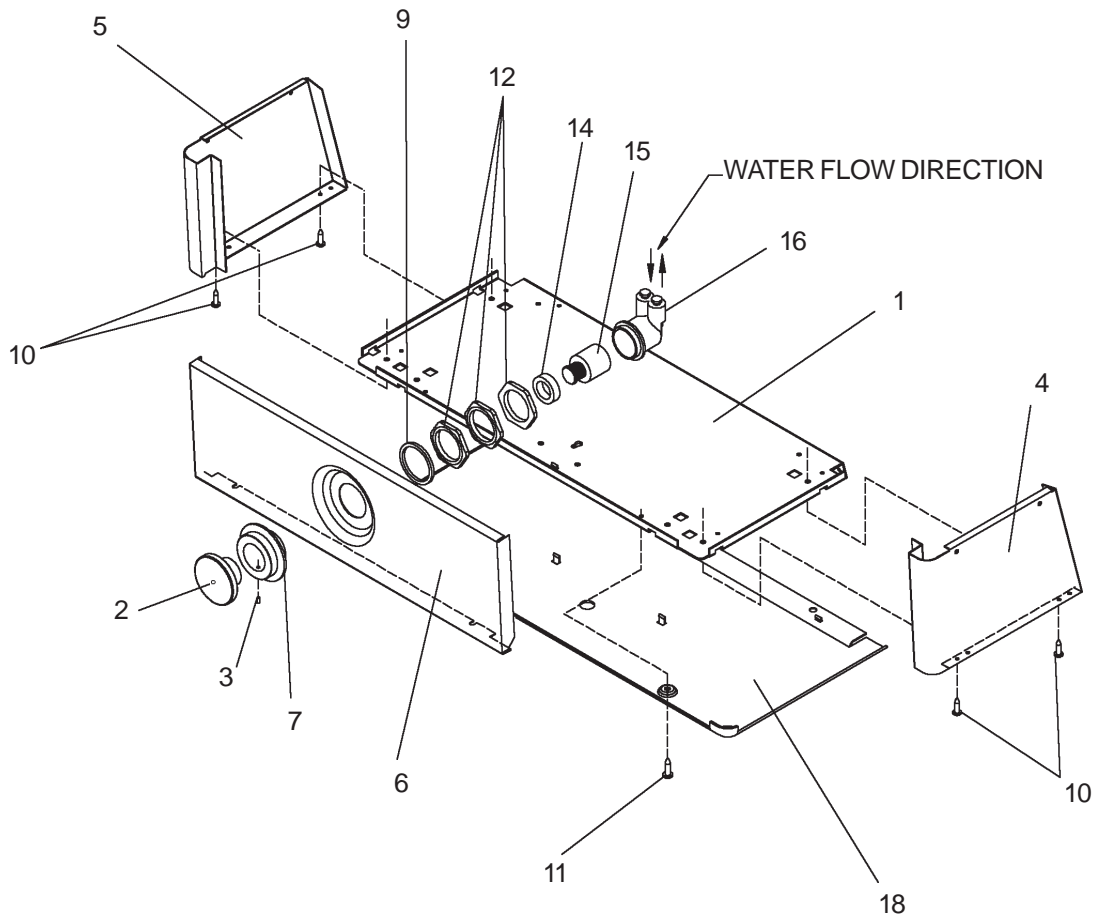

FIG. 3 (See Page 6 For Parts List)
- 8) Stream height is factory set at 35 PSI. If supply pressure varies greatly from this, adjust the screw on regulator item 15 by using a small screwdriver through the small hole in the push button item 2 (See Fig.3). CW adjustment will raise stream and CCW adjustment will lower stream. For best adjustment, stream should hit basin approximately 6-1/2" (165mm) from bubbler.
- 9) Replace the front panel and secure by retightening four (4) screws.
- 8) La altura del chorro se determina en la fábrica a 35 PSI. Si la presión del suministro varía mucho de esto, ajusta el tornillo en el artículo de regulador 15 utilizando un destornillador pequeño por el hoyo pequeño en el artículo del pulsador 2 (Ve Fig.3). El ajuste en el sentido de las manecillas del reloj elevará el chorro y contra el sentido de las manecillas del reloj lo bajará. Para un mejor ajuste, el chorro deberá pegar en el estanque a una distancia de aproximadamente 6½" (165mm) del borboteador.
- 9) Vuelva a colocar el panel frontal y asegúrelo apretando nuevamente los cuatro (4) tornillos.
- 8) Le niveau d'écoulement est réglé en usine à 35 PSI. Si la pression de provision varie fort de ceci, ajuster la vis sur l'article régulateur 15 en utilisant un petit tournevis par le petit trou dans l'article de bouton de poussée 2 (Voit Fig.3). Si vous ajustez dans le sens des aiguilles d'une montre, le jet augmentera et dans le sens contraire, le jet diminuera. Le meilleur ajustement est lorsque le jet frappe le bassin à environ 6-1/2" (165mm) du borboteur.
- 9) Remplacez le panneau avant et fixez le en place en resserrant les quatre (4) vis.